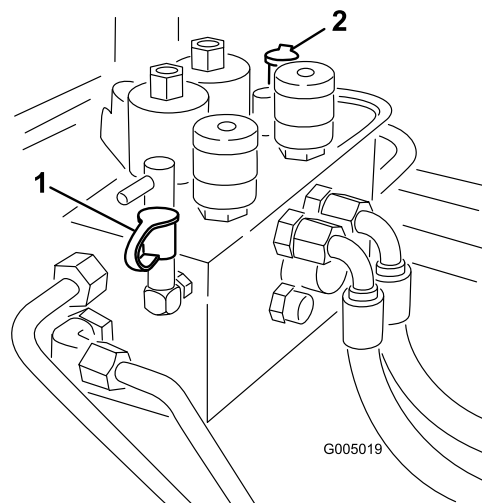

Figura 78
2. Il foro diagnostico B (Figura 78) agevola la diagnostica del circuito idraulico degli elementi di taglio anteriori.
3. Il foro diagnostico C (Figura 78) agevola la diagnostica del circuito idraulico degli elementi di taglio posteriori.